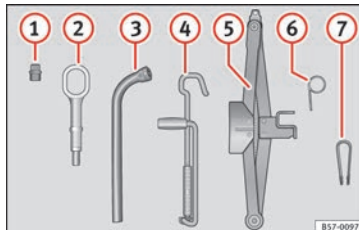

Abb. 68 Im Gepäckraum unter dem Gepäckraumboden: Bordwerkzeug.
- Setzen Sie die Kunststoffklammer (Bordwerkzeug) » **Abb. 68**  über die Kappe bis sie einrastet » **Abb. 70**.